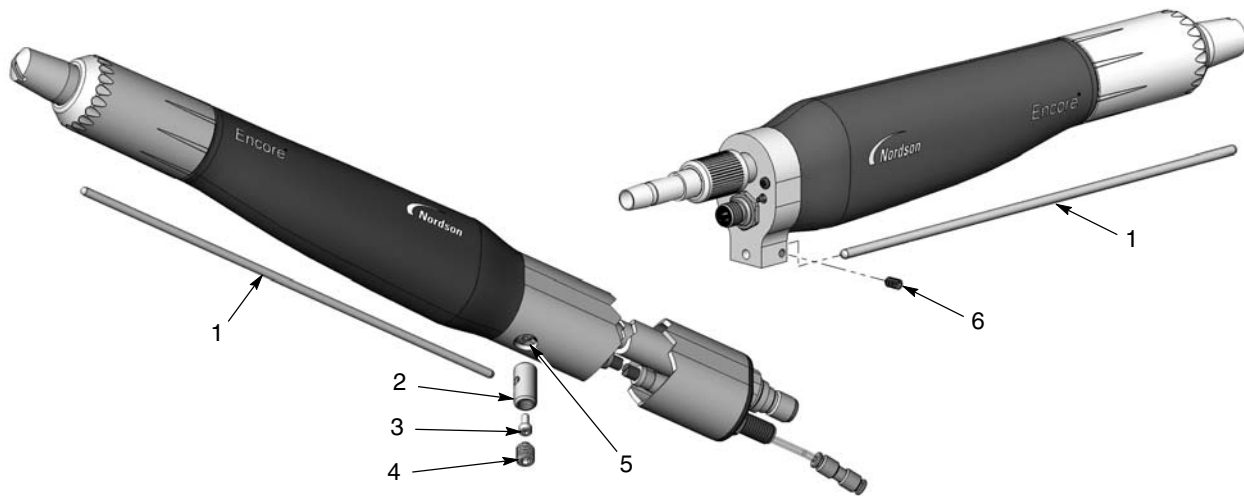

Figura 6 Montagem do colector de iões - pistola com barra de suporte ilustrada sem suporte articulado
1. Inverta o tubo de suporte de modo que o furo de montagem (5) do colector de iões proporcione acesso à placa de ligação à terra, como ilustrado na figura 6. Execute os passos 1-7 do procedimento para Desmontagem da pistola com tubo de suporte na 23 para inverter o tubo de suporte.
2. Fixe o pino (2) à placa de ligação à terra com o parafuso de sextavado interior (3).
3. Insira a vara do colector (1) no pino e fixe-a com o parafuso de fixação M10 x 10 (4) com ponta de nylon.